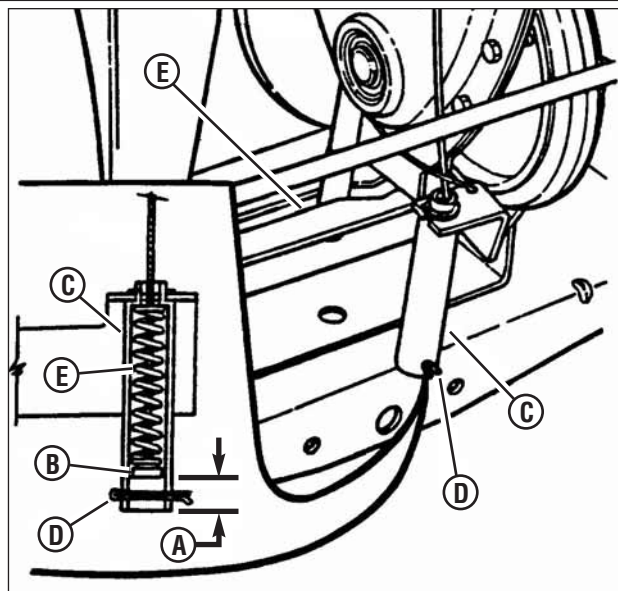

Figura 40: Ajustando o cabo do freio
5. Meça a distância (A, Figura 40) entre o final do cabo da embreagem/freio (B) e o fundo do alojamento (C). A medida deve ser 3/4".
NOTA: O pino da chaveta, mola do freio, e o cabo da embreagem (D, E, e F, Figura 40) são indicados apenas para propósito de referência.
7. Ajuste o cabo para cima ou para baixo usando as porcas de regulagem para obter uma distância de 3/4" entre a ponta do cabo da embreagem/freio (ajuste mostrado na Figura 40) e o fundo do alojamento.
5. Mova a alavanca de câmbio da transmissão para a posição de ponto morto (N).
6. Gire o cabo da embreagem (F, Figura 40) para fora com a mão e passe a correia entre o disco motriz e o disco movido de borracha.